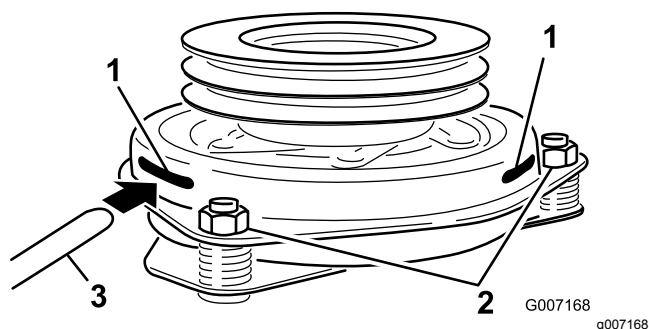

Figure 83
9. Insérez une jauge d'épaisseur de 0,4 à 0,5 mm dans une fente d'inspection sur le côté de l'ensemble (Figure 83).
10. Serrez les contre-écrous jusqu'à ce la jauge d'épaisseur fléchisse légèrement mais puisse bouger facilement dans l'entrefer (Figure 83).